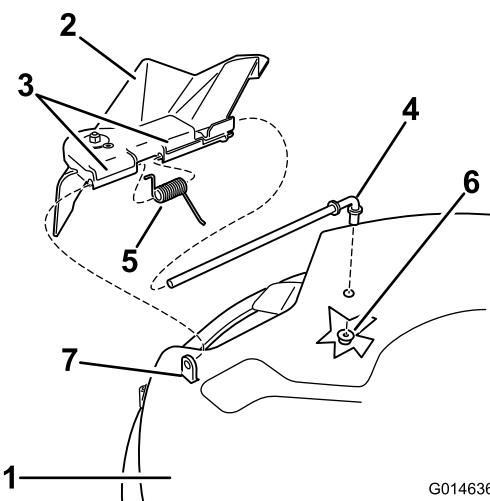

Figura 57
- Localice los elementos mostrados en la Figura 57.
- Retire la tuerca (3/8 pulg.) de la varilla (debajo del cortacésped) (Figura 57).
- Retire la varilla del espacio corto, del muelle y del deflector de hierba (Figura 57). Retire el deflector de hierba dañado o desgastado.
- Vuelva a colocar el deflector de hierba (Figura 57).
- Coloque el muelle sobre la varilla, con los extremos de los alambres hacia abajo, y entre los soportes del deflector de hierba. Deslice la varilla por el segundo soporte del deflector de hierba (Figura 57).
extremo trasero de la varilla en el cortacésped con una tuerca (3/8 pulg.) (Figura 57).